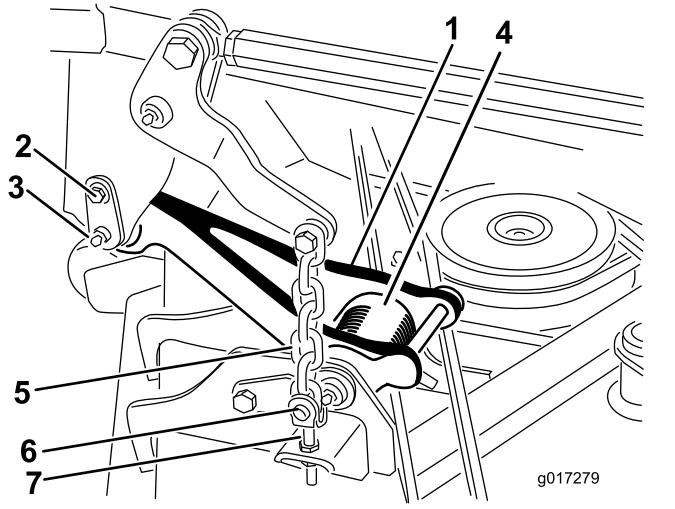

Figura 4
Nota: Cuando la unidad de corte está en la posición elevada, la tensión del muelle de torsión de la biela de tiro (Figura 4) es menor, de modo que es mucho más fácil desconectar las bielas de tiro de la máquina.
2. Desconecte la biela de tiro de cada lado de la máquina (Figura 4).
- A. Retire el tornillo de cuello largo que sujetla el pasador de retención al bastidor de tiro (Figura 4).
- B. Retire con cuidado el pasador de retención del bastidor de tiro y de la biela de tiro (Figura 4).
6. Retire los 4 pasadores de anilla y las chavetas que sujetan las cadenas de elevación a las horquillas de ajuste del cortacésped (Figura 4).
2. Instale los 4 pasadores de anilla y las chavetas para sujetar las cadenas de elevación de la unidad de corte a las horquillas de ajuste del cortacésped (Figura 4).
- 5. Alinee la biela de tiro con el bastidor de tiro y sujete la cadena con el pasador de retención (Figura 4). Sujete el pasador de retención al bastidor con el tornillo de cuello largo (Figura 4).